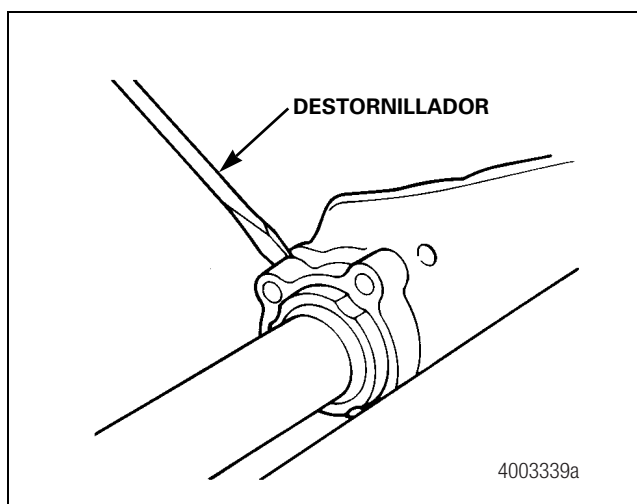

Figura 11.58
3. Apalanque el portabuje para sacarlo del orificio de retención de la araña. Figura 11.58.